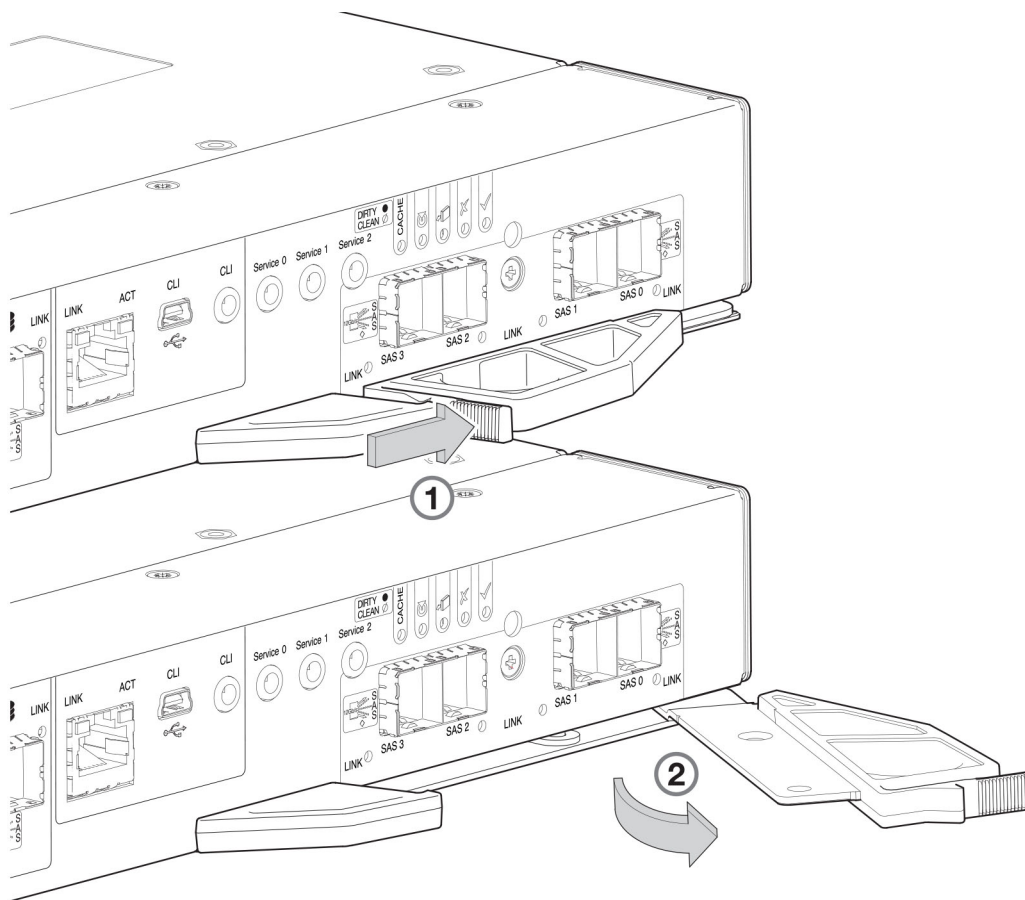

Figure 54. Retrait d'un module IOM
- 5 Faites pivoter la poignée de verrouillage, comme indiqué dans le détail n°2 dans Figure 54. Retrait d'un module IOM.
- 6 Saisissez la poignée de loquet et soulevez doucement le module IOM vers l'avant à partir du logement, tel qu'illustré dans le détail n° 2 dans Figure 54. Retrait d'un module IOM.
REMARQUE : Figure 54. Retrait d'un module IOM montre un module de contrôleur SAS quatre ports. Toutefois, la procédure s'applique à toutes les IOM dont il est question ici. Ils utilisent tous le même mécanisme de loquet, mais avec une géométrie de plaque frontale différente.
- 5 Saisissez la poignée de verrouillage et soulevez doucement le module IOM pour l'extraire de sa position comme illustré dans le détail N° 3 de Figure 54. Retrait d'un module IOM.